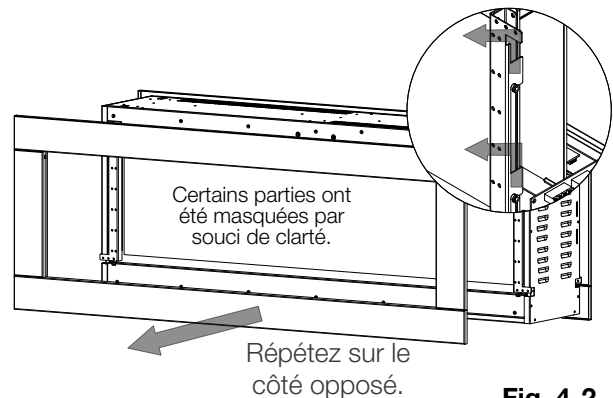

Fig. 4-2
- Demandez à deux personnes de soulever la garniture avant des crochets situés à l'intérieur de la chambre de combustion (**Fig. 4-2**). Placez la garniture avant face vers le bas sur une surface douce et non-abrasive.